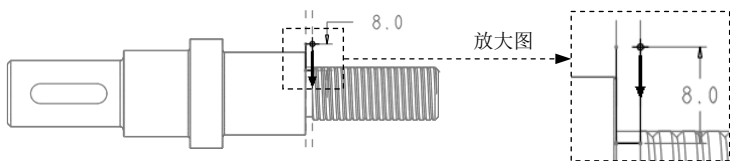

图 10.3.24 截面草绘
Step6. 此时在系统 **选取车削轮廓** 的提示下，在“区域车削”操控板中单击  按钮，在弹出的菜单中选择  按钮，系统弹出“车削轮廓”操控板，依次单击操控板中的    按钮，系统弹出“草绘”对话框。选取 NC_ASM_RIGHT 基准平面为草绘参考，方向选为 **右**，单击 **草绘** 按钮，进入草绘环境。绘制图 10.3.24 所示的截面草绘。